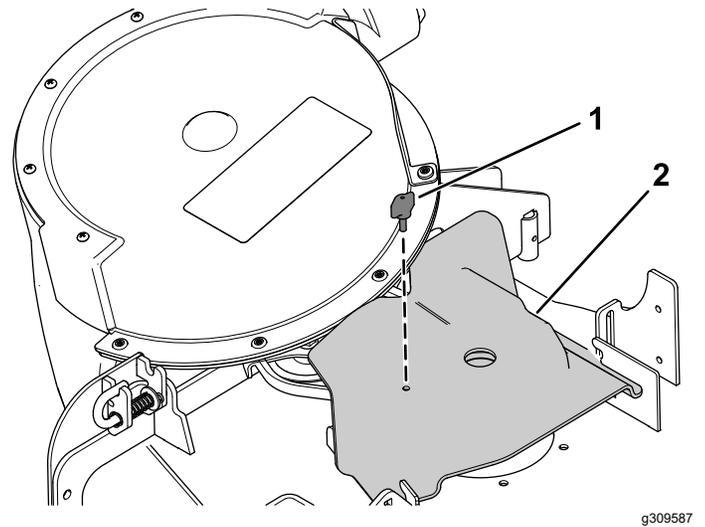

Figure 48
- Recouvrez la courroie de ventilateur de son couvercle et fixez ce dernier avec le bouton (Figure 48).